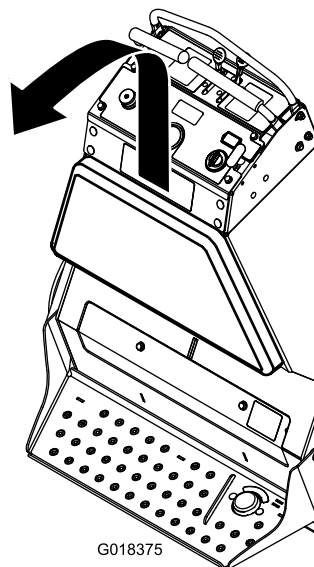

Figure 6
5. Soulevez la plaque et déposez-la (Figure 6).